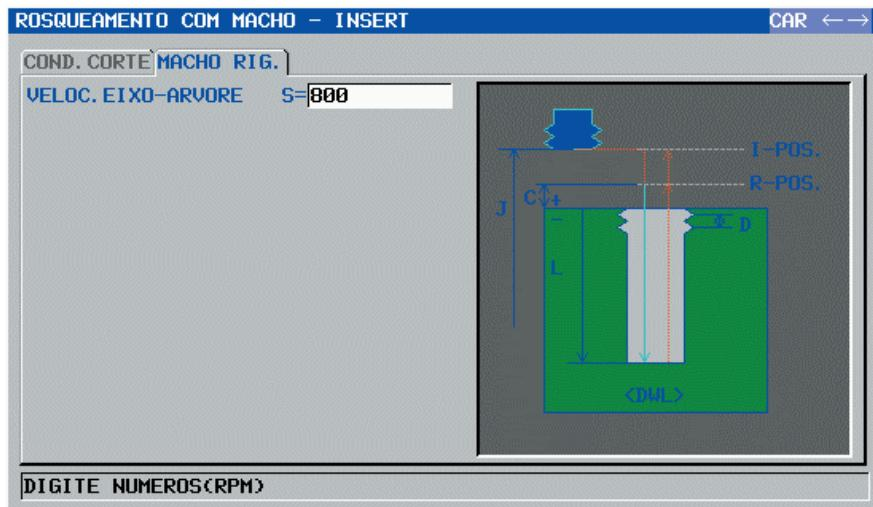

Figura 13 - Janela “ROSQUEAMENTO COM MACHO”
- Preencher o campo conforme a figura 13